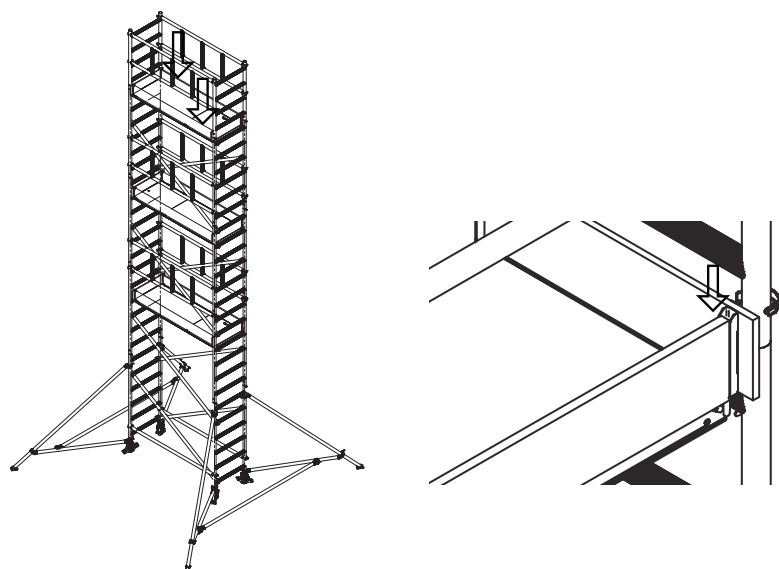

Rys. 74. Montaż bramek stabilizujących na trzecim poziomie
21. Od wewnętrznej strony drabin nadstawki zamontować bramki stabilizujące (2 szt.). Należy sprawdzić prawidłowe napięcie zabezpieczeń haków (Rys. 74).